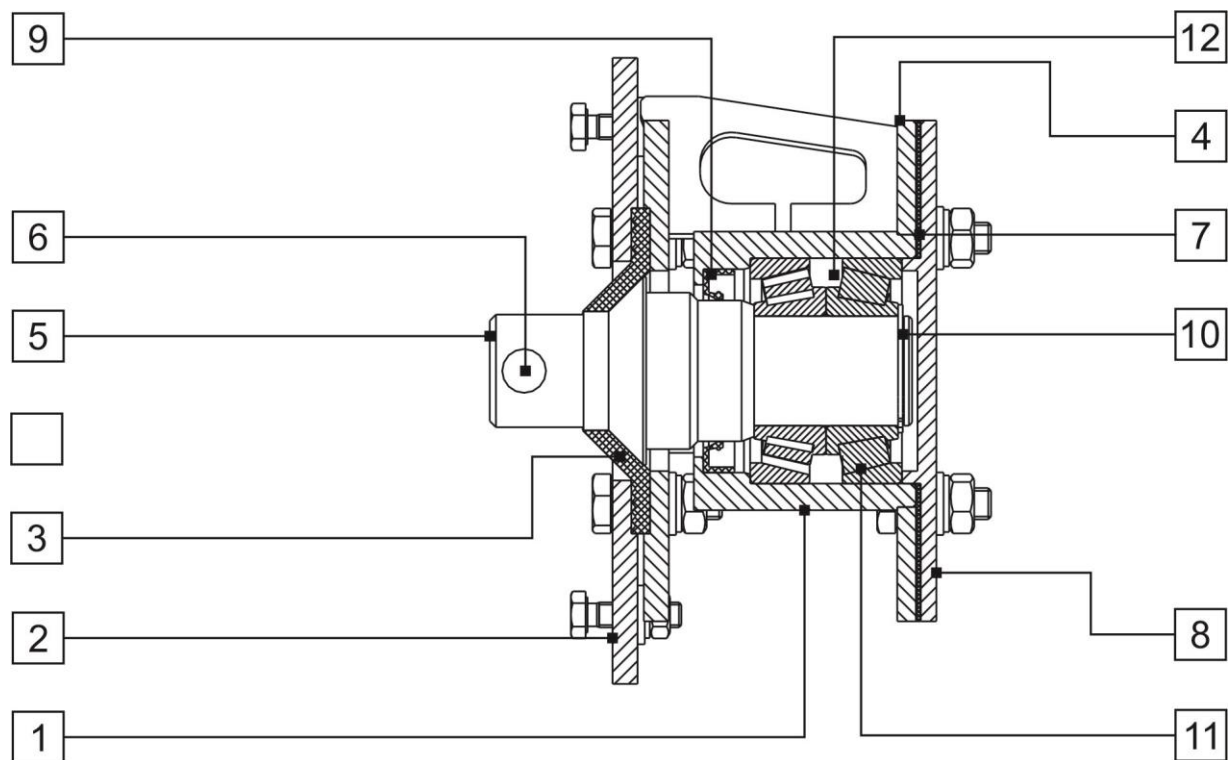

Рис.14
Подшипниковая опора консольная (Рис.14) винтового конвейера-питателя состоит из: корпуса (1), переднего фланца (2), уплотнения ВК-160.02.002 (3), заднего фланца (4), приводного вала (5) с отверстием (6), прокладки (7), крышки (8), армированной манжеты 1.2 45 x 65 ГОСТ 8752 (9), стопорного кольца наружного 35 ГОСТ 13942 (10), подшипников 7507А ГОСТ 27365 (11). Пространство (12) между подшипниками (11) на $\frac{1}{2}$ своего объема заполнено смазкой ЛИТОЛ 24.
Внутри пирамиды-основания находится распределительный коллектор (12), по трубам которого запыленный воздух подается поочередно в левый (4) и правый (5) кассетные фильтры. Распределительный коллектор (12) соединен с выходом корпуса улитки (3) пылевого вентилятора. Для поочередной подачи воздушного потока в левый (4) и правый (5) кассетные фильтры служат клапаны (13,14) (Рис.14б).